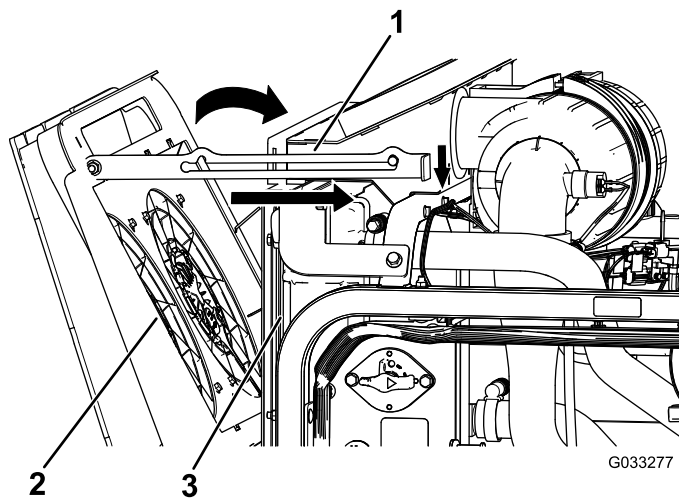

図 121
4. エンジン冷却ファンをラジエーターを前側に倒して**支え棒**で支える (図 121)。